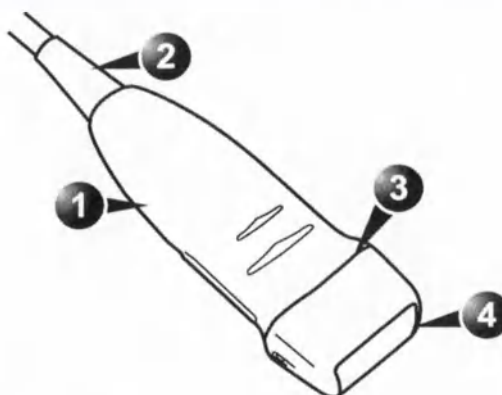

Рис. 11-8. Части датчика
1. Осмотрите линзу, корпус датчика и кабель (Рис. 11-8) на наличие трещин, разрезов, разрывов и других признаков физического повреждения.